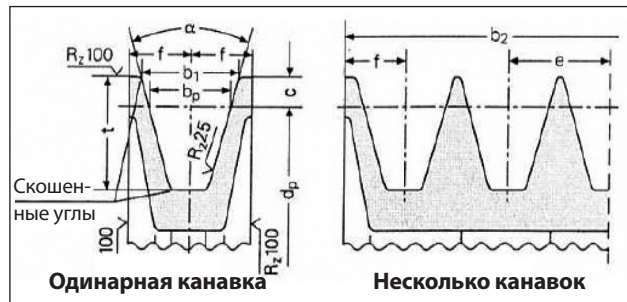

Рис. 9
- а) Применяйте шкивы для клиновых ремней, размеры канавок которых соответствуют рекомендациям / указаниям изготовителя используемого ремня. При отсутствии указаний руководствуйтесь Рис. 9 и таблицей на Рис. 10.